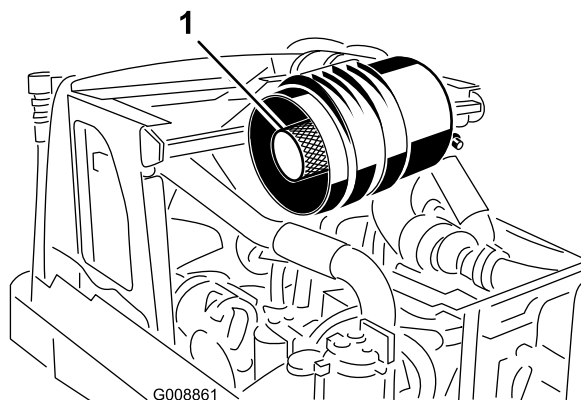

Figura 48
**Importante:** Não tente limpar o filtro de segurança. Substitua o filtro de segurança após 3 operações de manutenção do filtro primário (Figura 48).